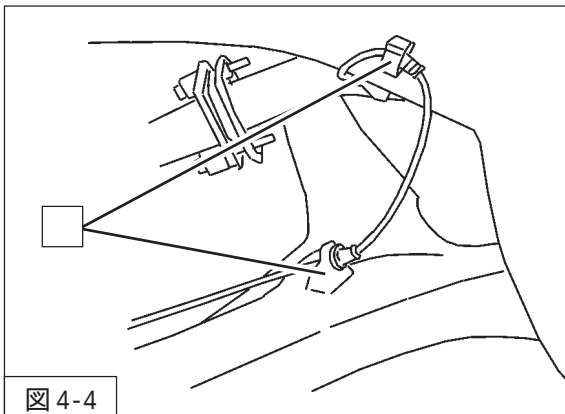

図4-4
6. ホールセンサーのワイヤガイドラバーとクリップを取付けてください。（図4-4）